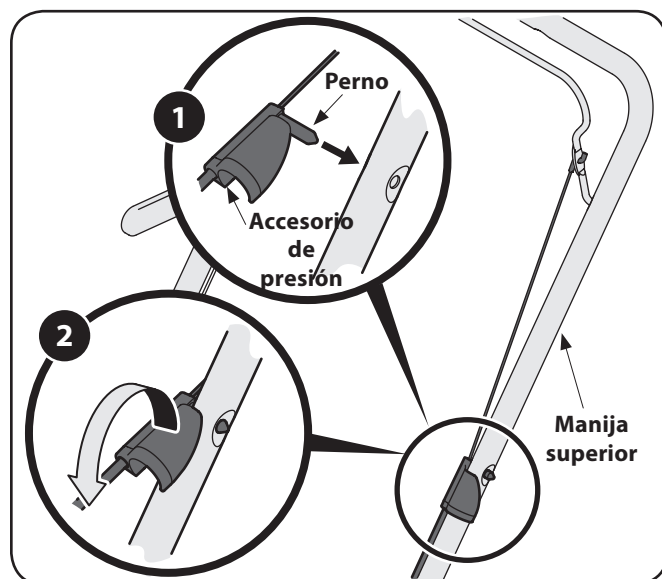

Figura 3-3
1. Presione el perno que está dentro del accesorio de presión dentro del orificio que se encuentra del lado izquierdo de la manija superior, según se muestra en Figura 3-3.